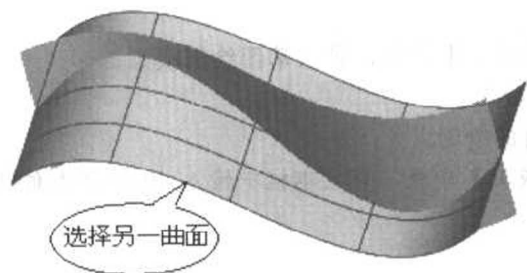

图 1-11 选择另一曲面
(16) 系统接着提示:选取“单一”曲面的第一组,或整张曲面,面组或零件。单击【Whole (整个)】命令,在主窗口中选择另一曲面,单击【Done Sel (完成选取)】→【Done (完成)】,如图 1-11 所示。